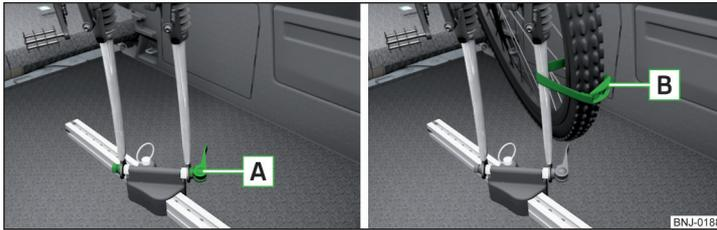

Abb. 98 Vordergabel des Fahrrads in den Träger einsetzen / Befestigungsbeispiel des Vorderrads
- Den Schnellspanner **A** » Abb. 98 am Träger lösen und entsprechend der Fahrradgabelbreite einstellen.
- Das Vorderrad mit dem Gurt **B** an der Vordergabel » Abb. 98 oder am Fahrradrahmen befestigen.